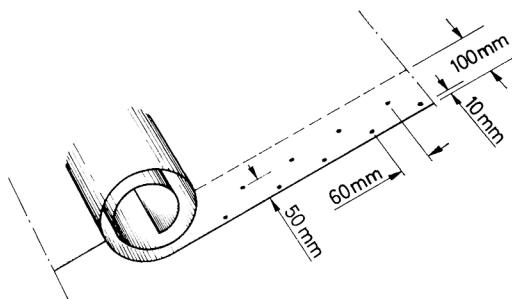

Fig. 124.
- 1 Stifting foregår vanligvis i sidene som «siksakstifting», se fig. 124. Underlagspappen må strekkes godt ut før stiftingen.